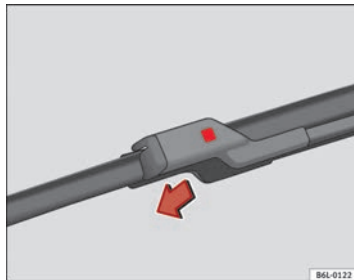

Abb. 130 Auswechseln der Scheibenwischerblätter
- Drücken Sie den Sicherheitsknopf ein ⇒ Abb. 130.